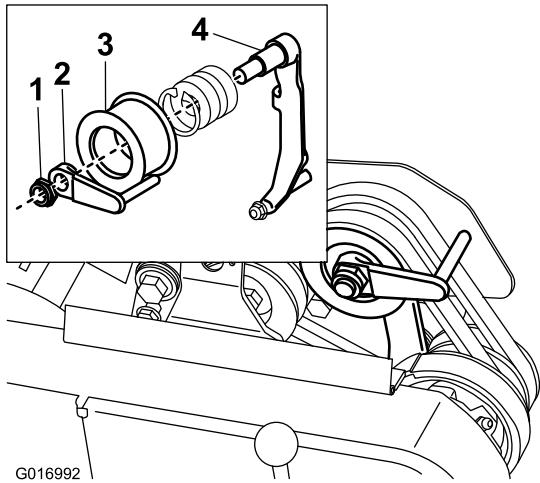

図 44
8. エンジンを使わずに、楽に機体を押したり引いたりすることができるよう、ベルトガイド(図 44; 挿入図)を以下のように調整しておきます: